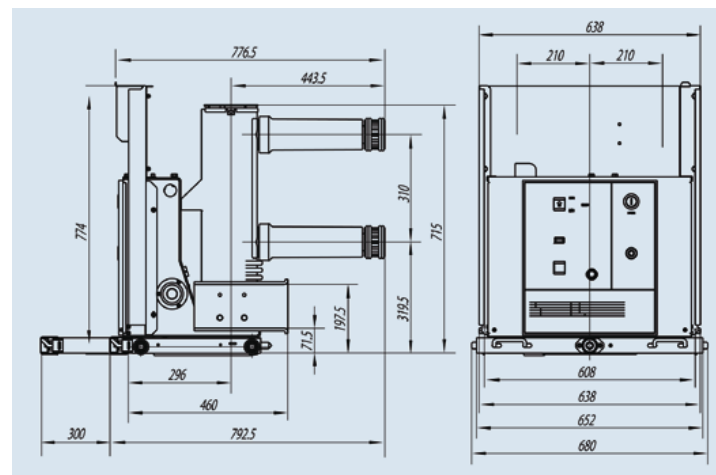

Рис. 5.1 Внешний вид и размеры выключателя серии NV1-24
5.1 Внешний вид и размеры выключателя (см. рис. 5.1)